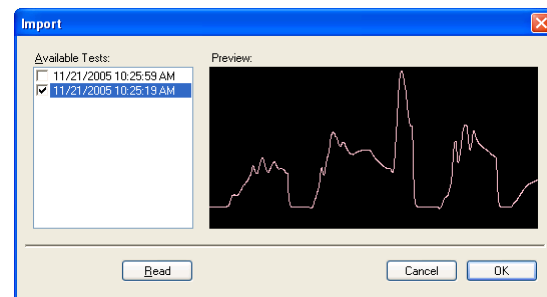

図 56: ダウンロードするファイルを選択し、ボックスにチェックを入れます
- a. ファイルを選択したらチェックボックスにチェックを入れてください。(図56)